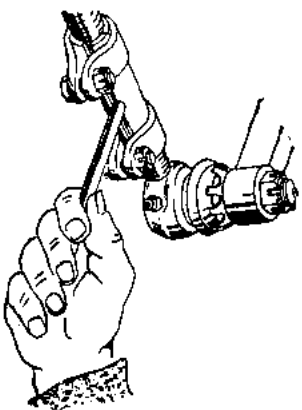

Рис. 65. Регулировка схода колес.
2) вставьте бородок в отверстие регулировочной трубки и поворачивайте ее до получения схода 1,5—3,0 мм (рис. 65);
3) после окончания регулировки поверните хомуты в положение, указанное на рис. 65, затяните стяжные болты хомута и заплитинуйте.